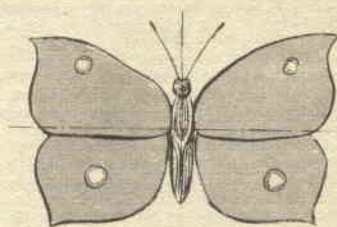

FIG. 4 - SIMMETRIA DELLE ALI E DELLE ANTENNE
Se una delle lamette trattate con il metodo ora descritto viene infatti immersa in un mucchietto di fine limatura di ferro, togliendola constateremo che la limatura vi sarà restata aderente, soprattutto verso le estremità — che prendono il nome di *poli magnetici* —, mentre nella zona centrale, che prende appunto il nome di *zona neutra*, il fenomeno si sarà verificato in misura assai ridotta, segno che l'attrazione da questa zona esercitata è stata minima (fig. 4).
tavole di legno spesse 20 mm. e di mm. 300x250, e montate tutto come indicato in fig. 2. Per mantenere unito l'insieme si useranno due o tre coppie di ferri a T di dimensioni adeguate, che possano essere serrate come morse mediante dei tendicavi a vite. Messa l'apparecchiatura in posizione verticale, cominciate a disporre due ferri a T alla base, uno per parte; serrateli leggermente coi tiranti, poi disponetene un'altra coppia a mezza altezza ed agglustate il serraggio, infine una terza coppia in alto completerà l'opera; serrando gradatamente tutti i tiranti otterrete un tutto ben compatto. Ora riempite d'acqua i singoli elementi, attraverso il foro predisposto, e verificate la tenuta ai contatti legno-metallo: se si verificheranno piccole perdite, potrete eliminarle tendendo maggiormente i tiracavi, ma se si avessero perdite notevoli la causa da eliminarsi andrà ricercata nell'eventuale imperfezione dei telai o nelle lastre, non sufficientemente piane, d'alluminio. Allorché la verifica di tenuta avrà dato esito positivo, vuotate dell'acqua gli elementi, e verniciateli esternamente con parecchie mani della stessa vernice al bitume prima usata; ciò servirà a garantire una tenuta stabile: badate bene che la vernice sia ben secca, ogni volta che dovete passare alla mano successiva, altrimenti farete un gran pasticcio, e rovinerete tutto. Fatta anche questa operazione acquistate in farmacia 1.350 g. di fosfato ammonico, che scioglierete in 9 litri d'acqua (soluzione al 15%), tanta ne occorre per riempire tutta la batteria. Riempita che sia, e turati i fori con tappi appositi, che portano il foro a T necessario per l'aerazione, eseguite i collegamenti fra le piastre come indicato in fig. 3 (in fig. 4 sono dati i collegamenti per due gruppi uguali, in parallelo, capaci di dare 100 ampère) mediante piattine d'alluminio di mm. 2x15, strettamente unite alle piastre con bulloncini: usate sempre alluminio puro e mai in lega, perché questa offre una resistività maggiore ed assorbe quindi maggior quantità di corrente.
2) con ogni cura vi applico sopra, una alla volta, le ali della farfalla (foto 1), rispettando attentamente la loro simmetria (fig. 4) e senza mai spostare un'ala dopo che essa ha toccato la colla. (Per l'operazione è bene servirsi di un